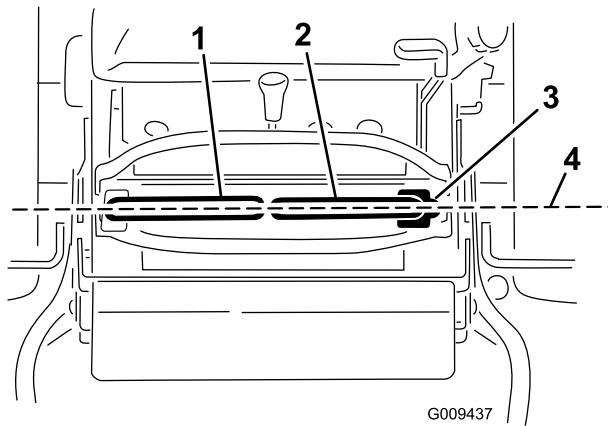

Figure 69
Important: Vérifiez que la correction directionnelle de la machine est correcte après avoir réglé les leviers de commande de déplacement. La procédure est identique pour régler la correction directionnelle et aligner les leviers de commande de déplacement longitudinalement (Figure 69).
- Une fois l'alignement horizontal effectué, vérifiez l'alignement avant/arrière (Figure 69).